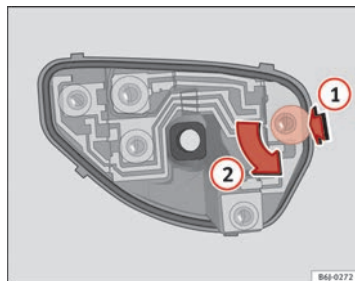

Fig. 167 Cambio lampade luci posteriori
- Una volta tolto il portalamпада, premere nel senso indicato dalla freccia ① e ruotare contemporaneamente nel senso indicato dalla freccia ② ⇒ fig. 167.